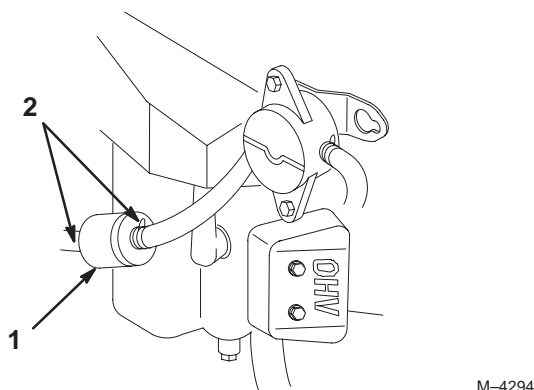

Figure 36
6. Pincez les extrémités des colliers et faites glisser ceux-ci pour les éloigner du filtre (Fig. 36).